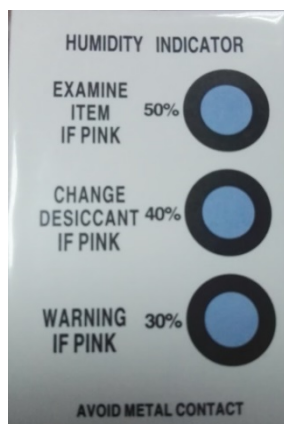

图 10 湿度卡
- 请根据回流焊曲线图进行 SMT 贴片，峰值温度 245℃，回流焊温度曲线如 5.5 节图 10 所示；